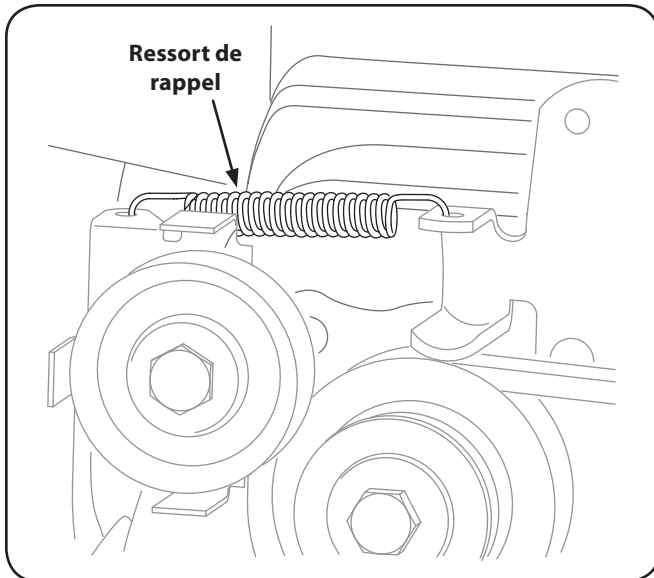

Fig. 7-3
2. Enlevez le ressort de rappel. Voir la Fig. 7-3.